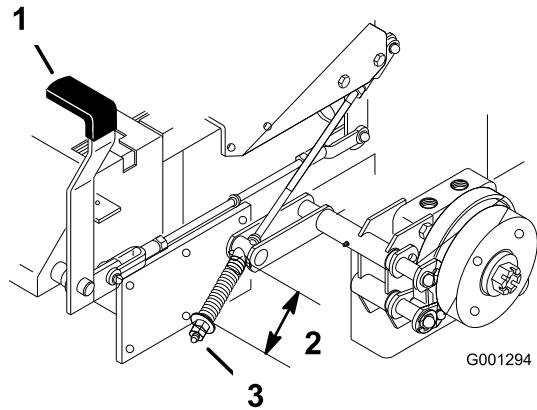

Figura 66
2. Meça o comprimento da mola. A medição deve ser 64 mm entre as anilhas (Figura 66).
3. Se for necessário ajustar, solte o travão de mão, desaperte a porca de segurança abaixo da mola e ajuste a porca diretamente abaixo da mola (Figura 66).